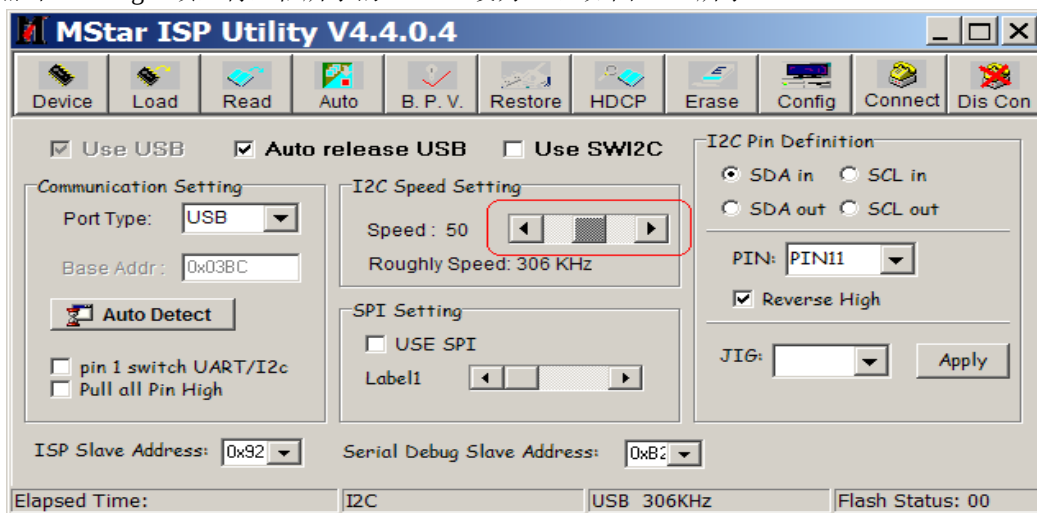

图 6.02
2) 点击“Config”项，将红框所示的 SLEEP 设为 50，如图 6.02 所示。